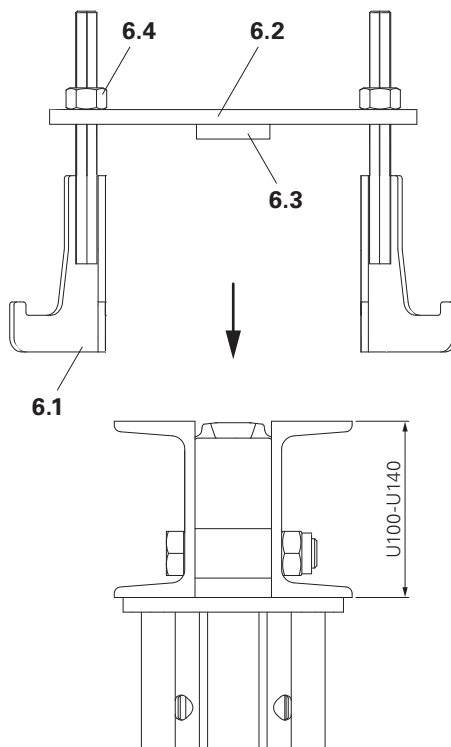

Fig. A6.01a
3. Portare la staffa MP SRZ U100-U140 (6) dall'alto sopra il corrente in acciaio SRU. (Fig. A6.01a)